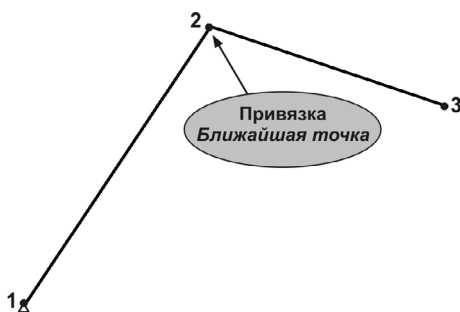

Рис. 59.7.
- 3.6. Вновь постройте отрезки 1–2 и 2–3. Начальную точку отрезка 2–3 зафиксируйте при помощи привязки **Ближайшая точка** (рис. 59.7).